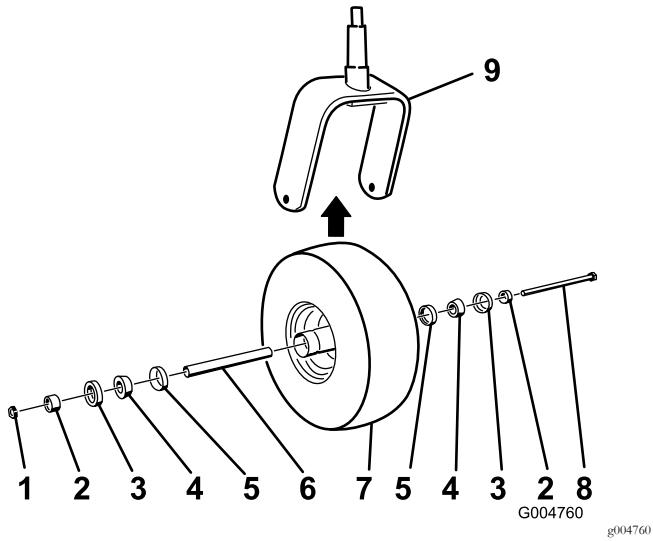

Figura 46
- Rimuovete il dado di bloccaggio dal bullone (Figura 46).
- Montate la ruota orientabile premendo i cuscinetti conici e gli schermi, lubrificati con grasso, nel mozzo della ruota, posizionata come illustrato nella Figura 46.